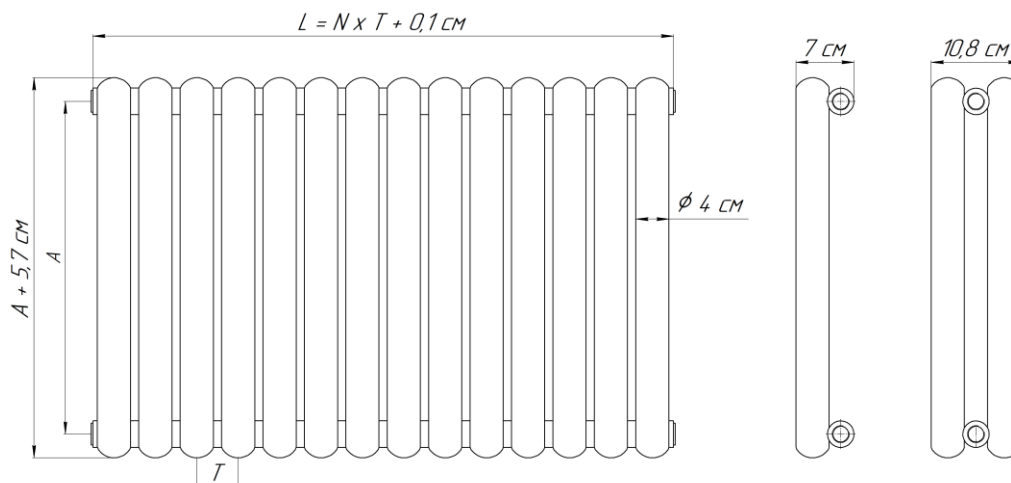

Рис. 1 Радиатор «Гармония С40», где: А – межцентровый размер, см; Т – шаг (Т = 5 см); N – количество секций; L – габаритная длина, см.
2.1. Основные размеры и параметры радиаторов приведены на рис.1 и в Таблице №1.